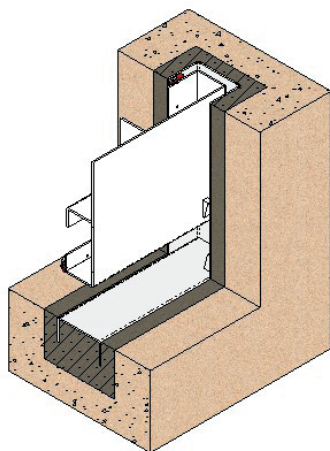
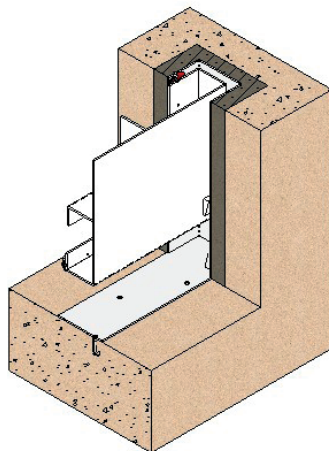

Fig. 13
Fig. 14
O sistema mais habitual para montar estas comportas é a betonagem (fig. 13), mas como podemos visualizar nas figs. 14 e 15, existem mais opções de montagem.
- Para montar a comporta betonada (fig. 13), colocar a comporta nos orifícios do canal; neste processo é especialmente importante que a junta de fecho no quadro fique do lado a jusante. Assim que a comporta estiver colocada nos orifícios, iremos centrá-la horizontalmente em relação à largura do canal e, a nível vertical, assegurar-nos-emos que o revestimento de fundo da comporta fica ao nível do canal. Desta forma não existem ressaltos no canal, conseguindo-se uma passagem total e contínua. Mantida esta posição, realiza-se a segunda betonagem, que consiste em preencher os orifícios, assegurando-se de que não ficam ressaltos no canal.